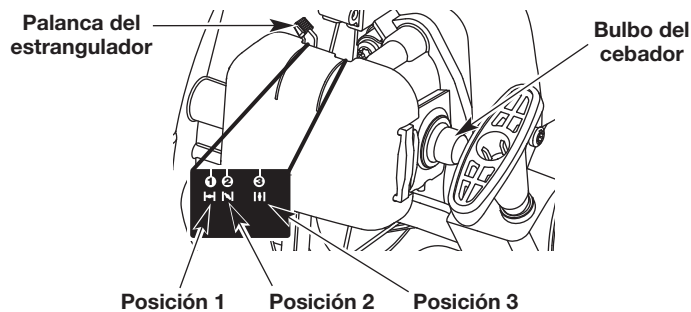

Fig. 8
3. Presione y luego suelte el bulbo del cebador lentamente **10 veces** (Fig. 8). Si no puede ver combustible en el bulbo del cebador, oprima y suelte el bulbo del cebador hasta que se vea combustible.
4. Coloque la palanca del estrangulador en la **Posición 1** (Fig. 8).
8. Coloque la palanca del estrangulador en la **Posición 2** (Fig. 8).
11. Pase la palanca del estrangulador a la **Posición 3** (Fig. 8) y siga calentando el motor durante 60 segundos más. Se puede usar la unidad durante este período.
- SI...** el motor no funciona de manera uniforme, regrese la palanca del estrangulador a la **Posición 2** (Fig. 8) y siga calentándolo.